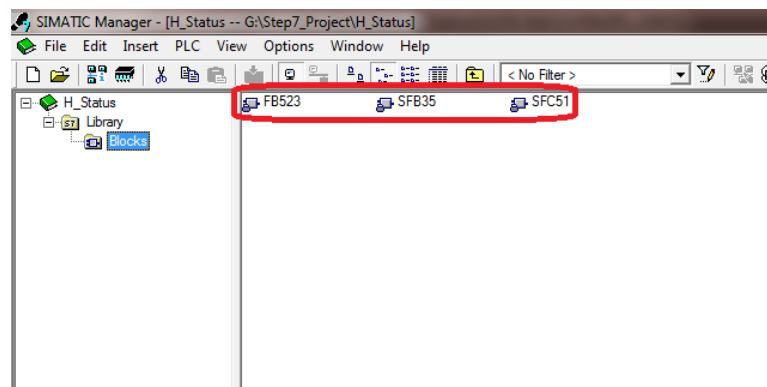

图 4
(D) 将下载的 H_Status.zip 解压缩，并在 STEP7 中打开 Library，将 FB523、SFB35、SFC51 拷贝到 SIMATIC H Station 的 Blocks 中，如图 4 所示。